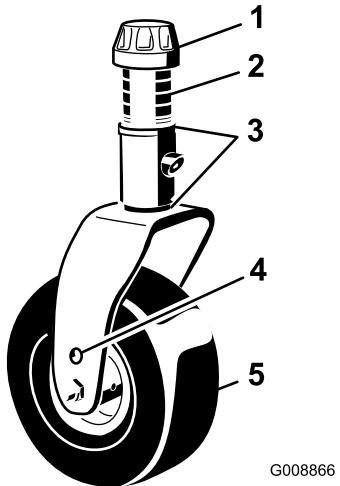
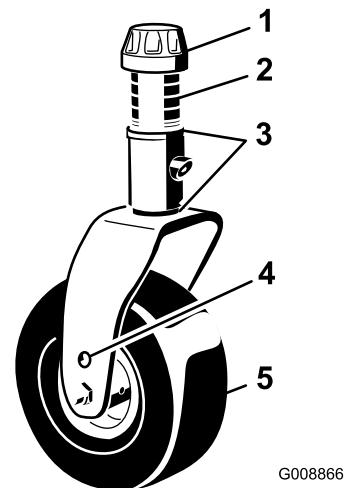
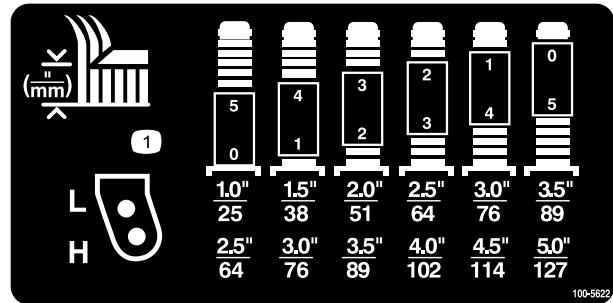

図 2
図 7
図 8
- スピンドル・シャフトからテンショニング・キャップを取り、スペーサとスラスト・ワッシャを抜き出す(図 2)。
- 希望する刈高に合わせてキャスター・スピンドルにスペーサを通す；図 7と図 8を参照。スピンドルにスラスト・ワッシャを通して、キャスターをキャスター・アームに通す。もう一枚のスラスト・ワッシャと残りのスペーサをスピンドルに通し、テンショニング・キャップで固定する(図 2)。
2. 左右のキャスター・フォークの同じ穴にキャスター・ホイールの軸をセットする。どの穴にセットするかは、図 7 と図 8 を参照のこと。
3. スピンドルシャフトからテンショニングキャップを取り(図 7)、キャスター・アームからスピンドルを抜き出す。シム(3 mm)を2枚スピンドルのシャフトに通す(当初の状態と同じに)。これらのシムは、デッキ全体の左右の水平調整に必要な枚数のスペーサ(13 mm厚)をスピンドルシャフトに通し、その上からワッシャを取り付ける。
スペーサの組み合わせ方法については、図 7 と図 8 を参照のこと。